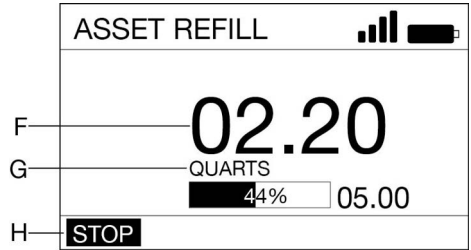

Fig. 30
7. Tirer sur la gâchette pour distribuer le fluide. L'écran affiche la quantité distribuée (F) (Fig. 30).